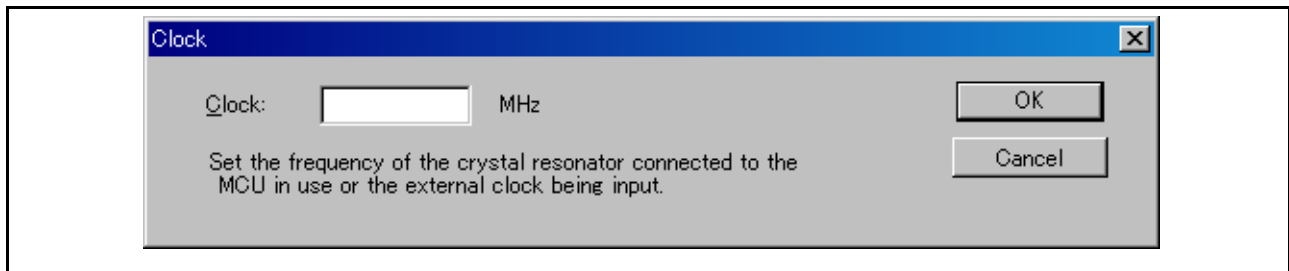

图 4.13 [Clock]（时钟）对话框
- 注意：1. 如果使用带有闪存的 MCU，会打开如图 4.13 所示的对话框。输入时钟值。